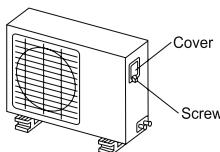

Рис. 20
5. Снимите панель и винты и выпните крышку клеммной коробки (рис. 20).
- Откройте шток вентиля до положения, когда он коснется стопора (рис. 20). Не открывайте его сильнее.